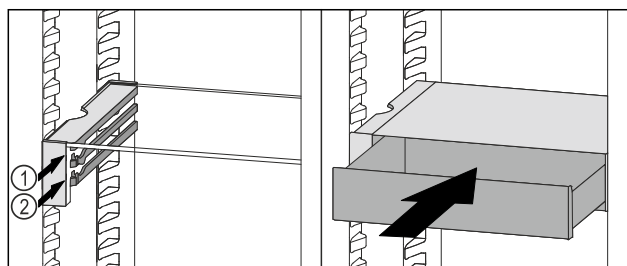

Fig. 100
- ▶ Założyć szufladę VarioSafe za stoperami na wybranych żebrach Fig. 100 (1) lub Fig. 100 (2).